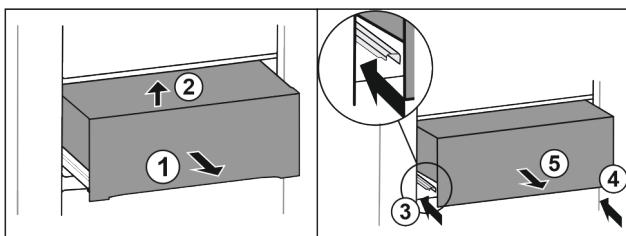

Fig. 43
- ▶ Predal izvlecite do polovice. Fig. 43 (1)
- ▶ Predal spredaj dvignite. Fig. 43 (2)
- ▶ Vstavite levo vodilo. Fig. 43 (3)
- ▶ Vstavite desno vodilo. Fig. 43 (4)
- ▶ Predal vzemite ven v smeri naprej. Fig. 43 (5)